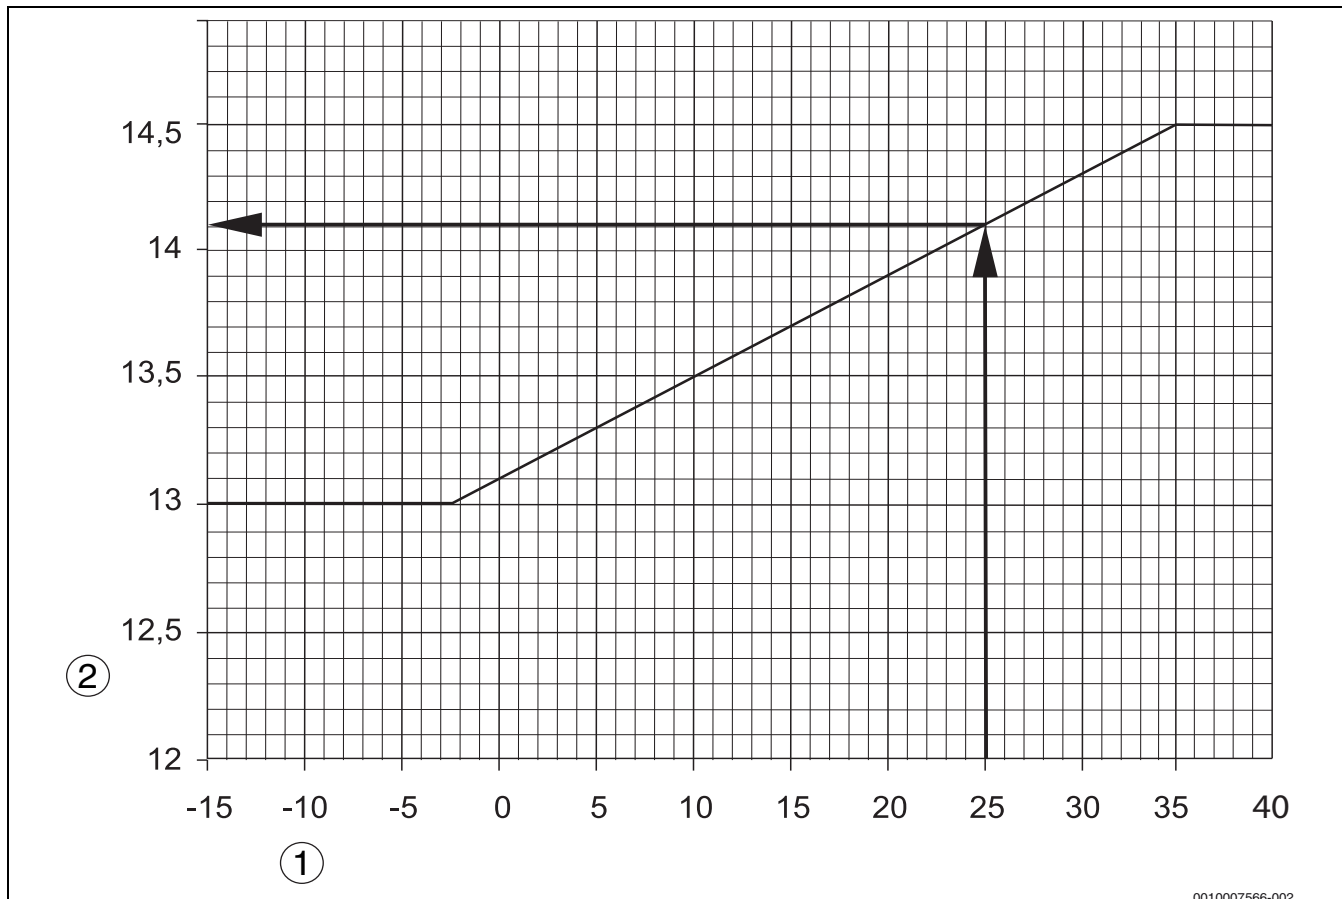
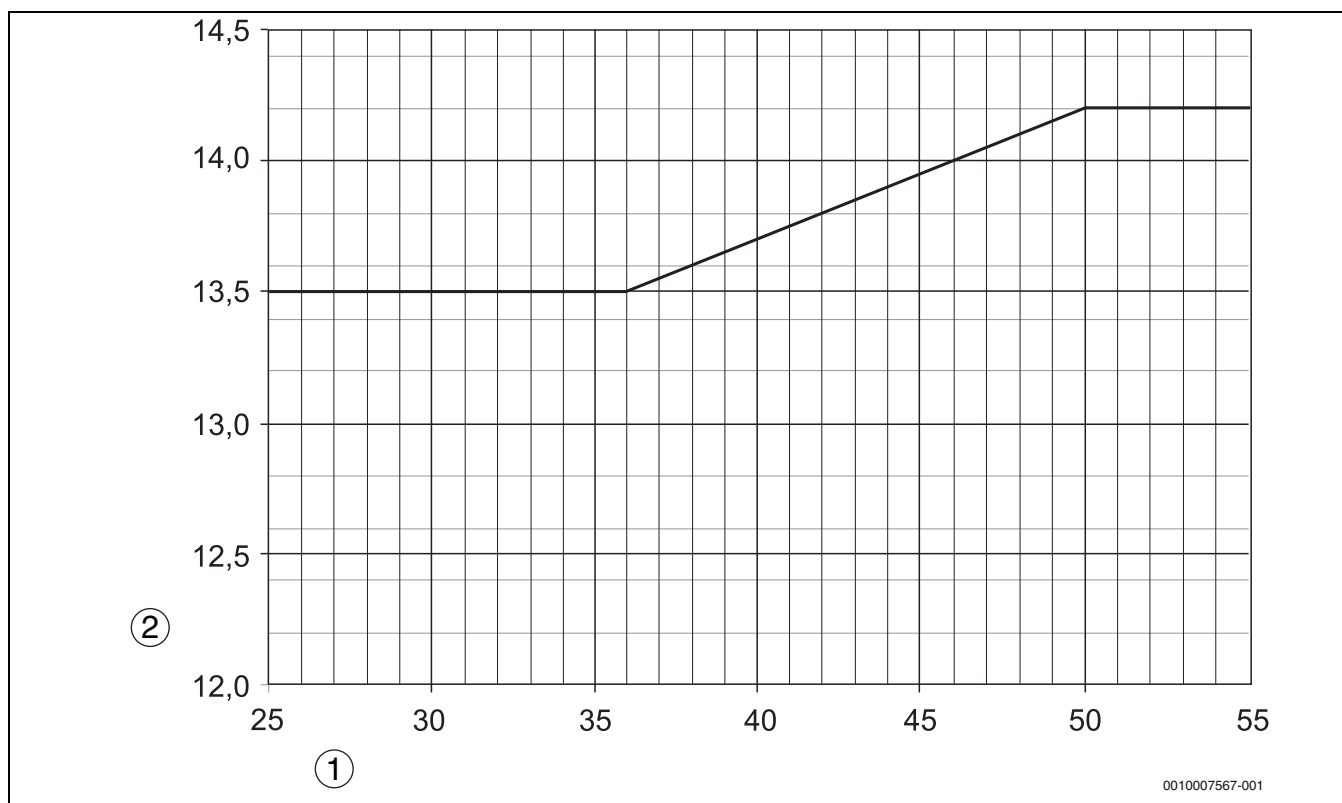

Bild 6 CO₂-Einstellung bei Zuluft über Außenwandanschluss (gilt mit und ohne Brennerhaube)
Bild 7 CO₂-Einstellung bei Zuluft über konzentrische Zuluft- und Abgasführung (gilt mit und ohne Brennerhaube)
- ▶ CO₂-Gehalt an der Druckregulierschraube an der Ölpumpe entsprechend Bild 6 oder Bild 7 nachregulieren, je nachdem, ob die Zuluft direkt durch die Außenwand oder über ein konzentrisches Rohr angesaugt wird.